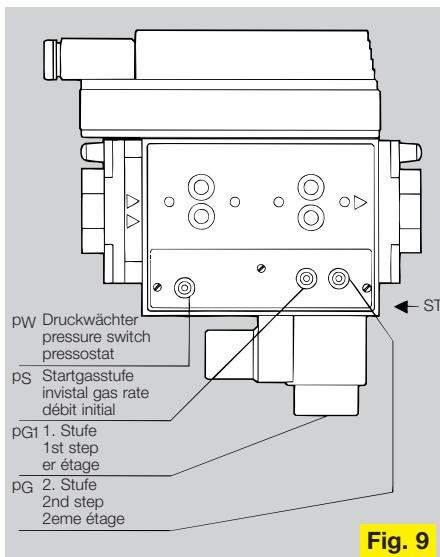

Fig. 9
der Druckregler durch Lösen einer Verschlußschraube (ST) in Startgasstellung gehalten werden (Fig. 9). Nach Einstellung Verschlußschraube wieder festziehen. Nach ca. 3 - 12 s Haltezeit gedämpfter Druckanstieg von p_S auf p_{G1} 1. Stufe (Fig. 10). Mit dem Anlegen der Spannung an die Magnetspule Antrieb „Z“ steigt der Ausgangsdruck p_G bis auf den eingestellten Wert der 2. Stufe (Fig. 10).
coil(s), valves 1 and 2 open. For the adjustment of the start gas pressure, the governor can be kept in the start gas position by loosening the screw plug (ST) (Fig. 9). Following the precision adjustment retighten screw plug. After approx. 3 - 12 s damped pressure increase from p_S to p_{G1} 1st step (Fig. 10). When applying voltage to the solenoid coil actuator "Z" the outlet pressure p_G increases up to the set value of step 2 (Fig. 10).
bobine(s) d'électro-aimant les vannes 1 et 2 s'ouvrent. Pour le réglage de la pression de gaz initiale, le régulateur peut être tenu dans la position de débit initial, en desserrant le bouchon (ST) (Fig. 9). Après le réglage précis resserrer le bouchon. Après 3 - 12 s environ augmentation amortie de p_S à p_{G1} 1er étage (Fig. 10). Avec l'alimentation de la tension à la bobine d'électro-aimant commande "Z" la pression aval p_G augmente jusqu'à la valeur ajustée du 2ème étage (Fig. 10).
Achtung! Zur Einstellung der 1. Stufe mittels Imbusschlüssel SW, 2,5 muß 25 mm Freiraum zur Verfügung stehen (Fig. 9). Die Drücke p_S und p_G 2. Stufe werden auf
Attention! The adjustment of the 1st step via Allen key SW, 2.5 requires 25 mm free space (Fig. 9).
Attention! Pour l'ajustement du 1er étage au moyen d'une clé Allen SW 2,5, il faut une espace libre de 25 mm (Fig. 9).